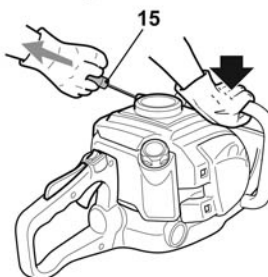

Fig. 11
- > Tenir solidement l'appareil avec votre main gauche et tirer sur la poignée de démarrage [15] 4 fois avec votre main droite. Le moteur ne devrait pas démarrer (Fig.11)
- > Tirer ensuite la poignée de démarrage [15] pour démarrer le moteur (Fig. 11).
- > Ensuite, tirer sur la poignée de démarrage [15] pour démarrer le moteur (Fig. 11).